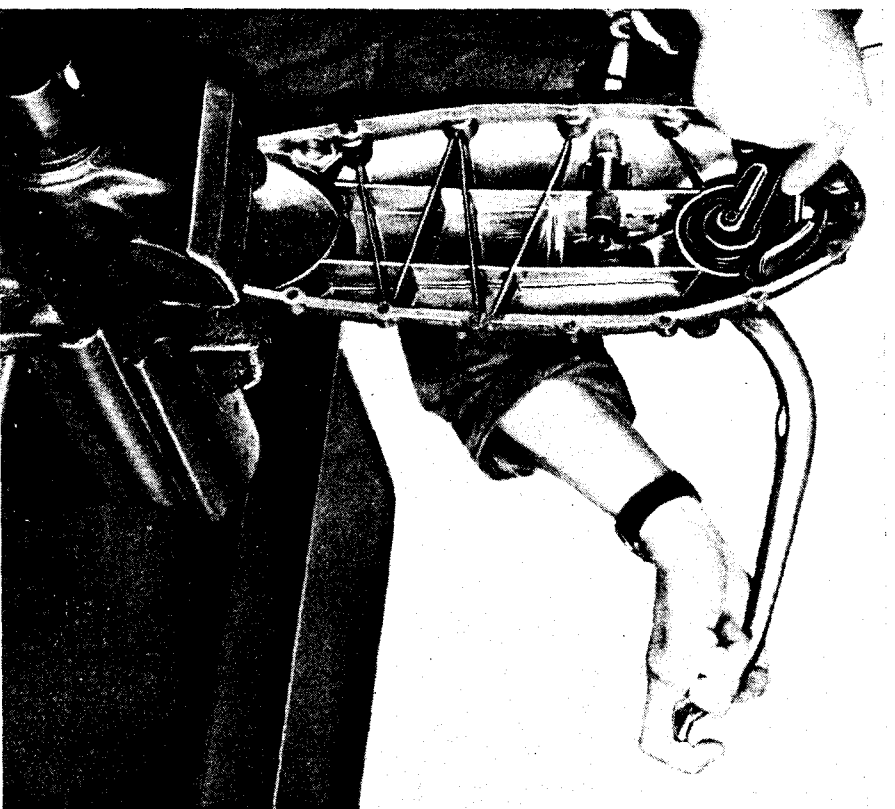

Fig. 3
- 7 Desmontar el árbol de arranque: colocar en el tornillo de banco la tapa del carter, girar el pedal de arranque hasta el final de su recorrido y, manteniéndolo en esta posición, desmontar la leva (llave de 10). Véase fig. 3. Quitar el anillo Seeger de sujeción del pedal, desatornillar el bulón de sujeción (llave de 11) y sacar el pedal lo suficiente para que pueda girar libre de su sujeción, quedando siempre alojado sobre el árbol de arranque.